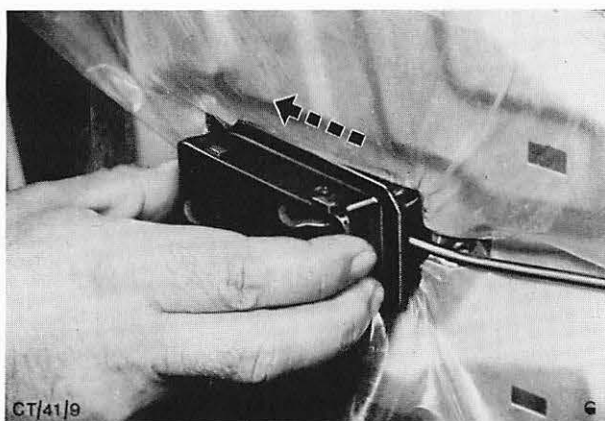
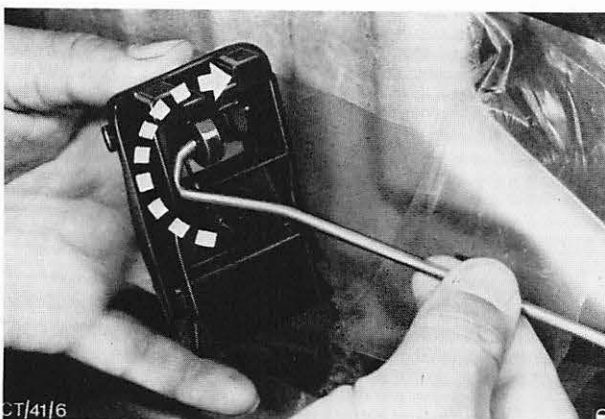

Abb. 41 Türöffnungshebel innen aus dem Ausschnitt im Türinnenblech herausnehmen
Abb. 42 Türöffnungshebel innen von der Fernbetätigungsstange aushängen.
3. Gehäuse – Türöffnungshebel kompl. nach hinten schieben, damit es vom Türinnenblech frei wird. Abb. 41. Anschließend Hebelgehäuse wie erforderlich bewegen, um die Fernbetätigungsstange auszuhängen. Abb. 42.